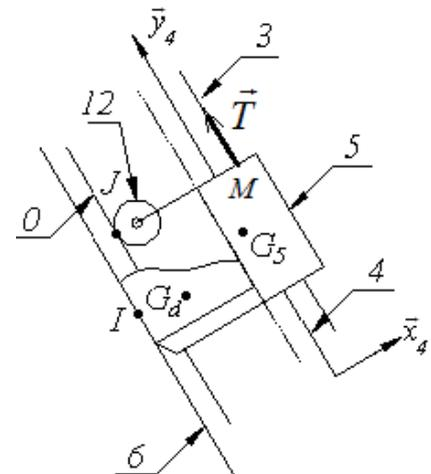

Figure 7
**Question 2-6 :** Par application du théorème de la résultante dynamique à l'ensemble  $E = \{5, d, 12\}$  en projection sur  $\vec{y}_4$ , déterminer l'expression de  $N_{6d}$  l'action normale du contact des déchets avec la grille. Voir figure 7.